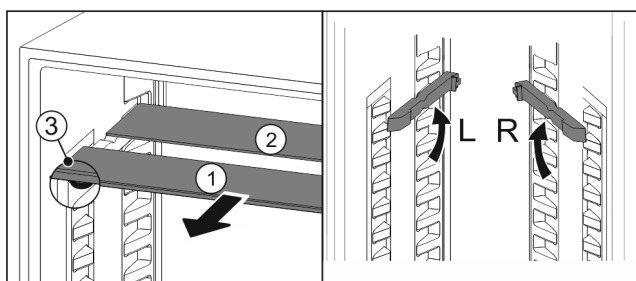

Fig. 192
- ▶ 将玻璃隔板逐个向前拉出 Fig. 192 (1)。
- ▷ 带装饰条的玻璃隔板 Fig. 192 (1)在前。
- ▷ 阻挡装置 Fig. 192 (3)指向下方。